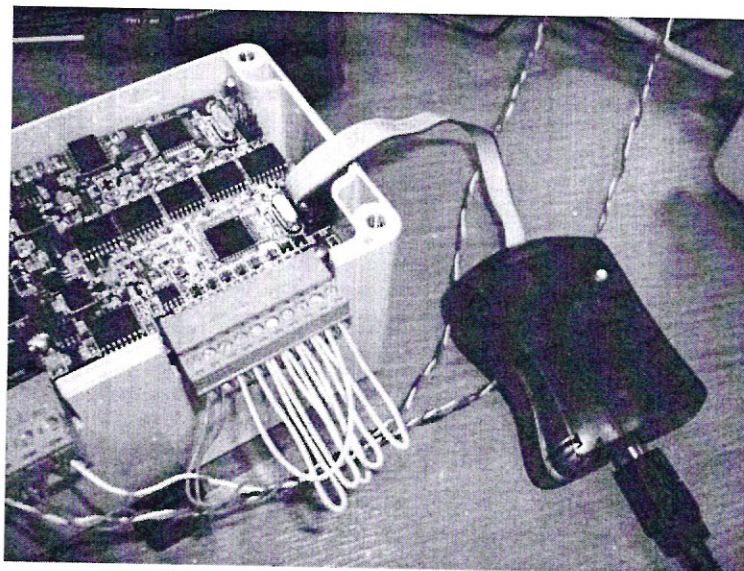

Рисунок 7.1 – Подключение программатора к БПМ-МПЦ
- подключить шлейф программатора к разъему X3 блока (рисунок 7.1);